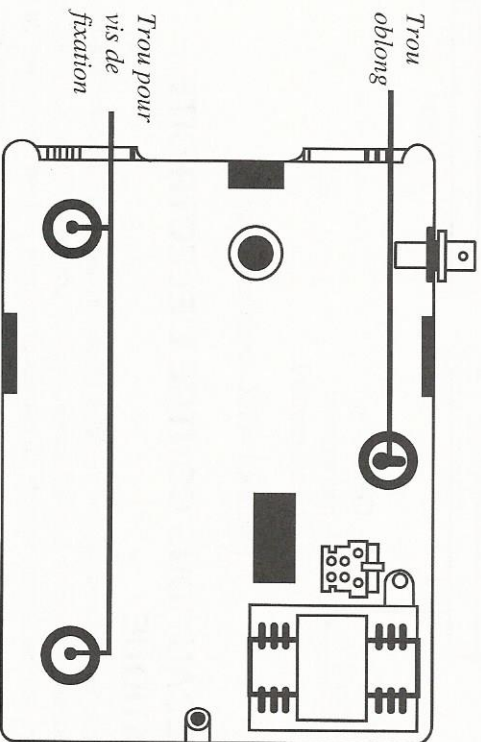

Figure 4.2 Emplacements des trous de fixation
- Maintenir le boîtier contre le mur et marquer la position du trou oblong (voir la figure 4.2).